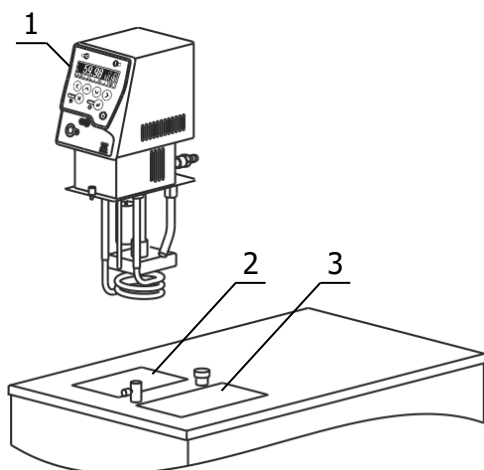
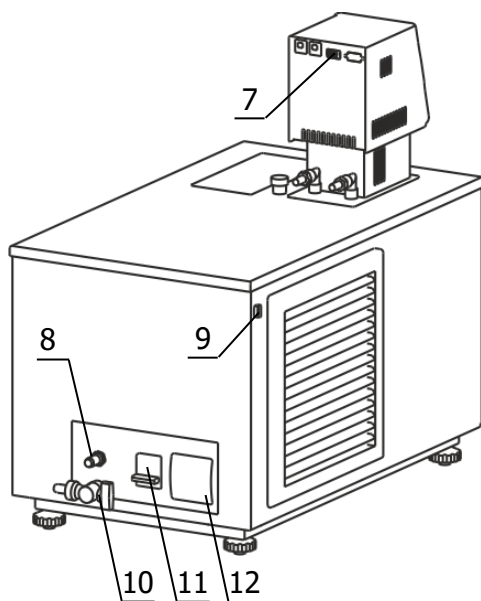

Рисунок 2 — Установка блока регулирования
Рисунок 4 — Задняя панель термостата
2.2.3 Блок регулирования 1 погрузить в отверстие 2 (рисунок 2) и закрепить винтовыми фиксаторами на крышке термостата.
2.2.5 К переливному штуцеру 8 (рисунок 4) присоединить гибкий шланг, второй конец которого опустить в емкость для сбора излишков теплоносителя объемом 1.5–2 литра.
2.2.6 Заполнить ванну термостата теплоносителем через отверстие над рабочей зоной 3 (рисунок 2) до момента начала слива теплоносителя из переливного штуцера 8 (рисунок 4). Температурный диапазон применения теплоносителя должен соответствовать значениям, указанным в 1.2.6.
2.2.7 Вставить вилку сетевого кабеля блока регулирования в розетку 12 (рисунок 4). Соединить кабелем из комплекта поставки блок регулирования (разъем 7) и холодильную машину (разъем 9). Сетевой кабель термостата подключить к питающей сети напряжением 220 В. Для этого в лабораторном помещении должна быть установлена электрическая розетка из комплекта поставки термостата.
2.2.8 Автоматический выключатель 11 (рисунок 4) перевести в положение «включено».
2.2.9 Включить блок регулирования в соответствии с документом ТКЛШ 3.222.009-14 РЭ «Блок регулирования температуры погружной циркуляционный М12М серии МАСТЕР». При работе циркуляционного насоса уровень теплоносителя во внутренней ванне понизится. Доливать теплоноситель следует до тех пор, пока он не начнет переливаться через штуцер 8 (рисунок 4).
2.4.2 Надеть сливной шланг из комплекта поставки на кран 10 (рисунок 4) и закрепить его хомутом. Свободный конец шланга опустить в емкость для сбора теплоносителя объемом, превышающим объем термостата.